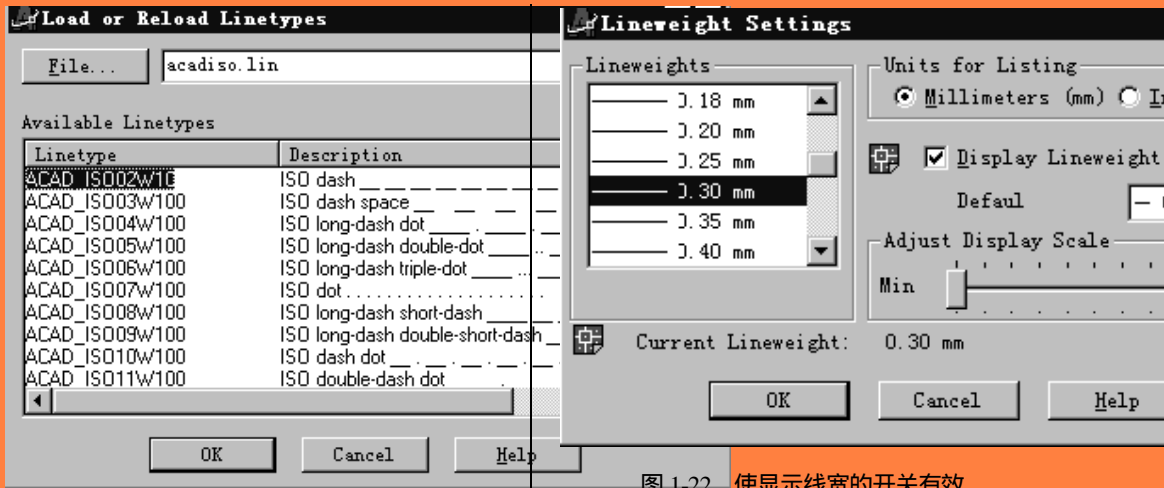

图 1-20 线型列表框
(6) 弹出 Load or Reload Linetypes(加载或下载线型) 对话框，在下面的线型列表框中选取 ACAD IS002W10(第一条虚线)，如图 1-20 所示。